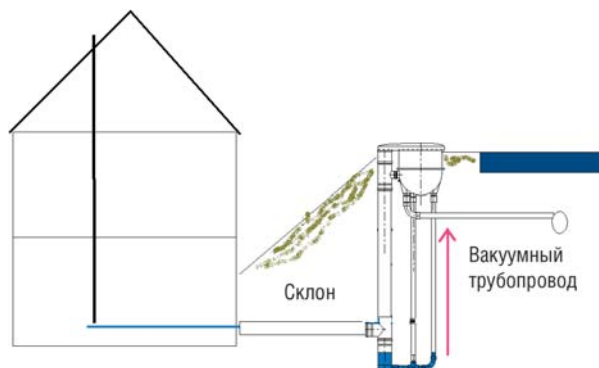

Рис. 7.
- Возможность подъема сточных вод от домов, лежащего ниже уровня трубопровода (см. рис. 7).